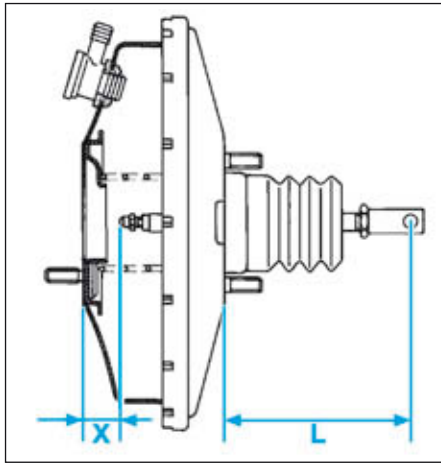

FIG.14
- contrôler la longueur de la tige de poussée (L=176 mm) (Fig.14),